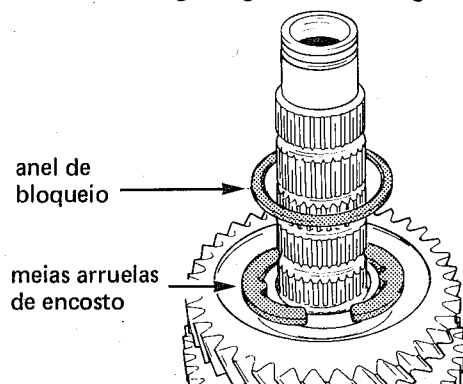

fig. 75
6. Retirar o anel de bloqueio e as meias arruelas de encosto da engrenagem da 2a. marcha: remover a engrenagem da 2a. (fig. 75)